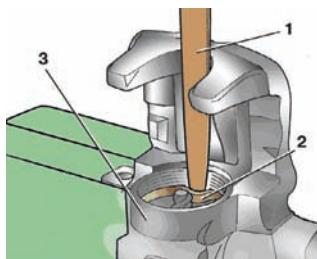

Рис. 4. Удаление уплотнительного кольца из цилиндра суппорта.
8. Выньте уплотнительное кольцо 2 (см. рис. 4). Удаление уплотнительного кольца из цилиндра с помощью деревянной или пластмассовой лопатки 1, чтобы не повредить зеркало цилиндра 3.